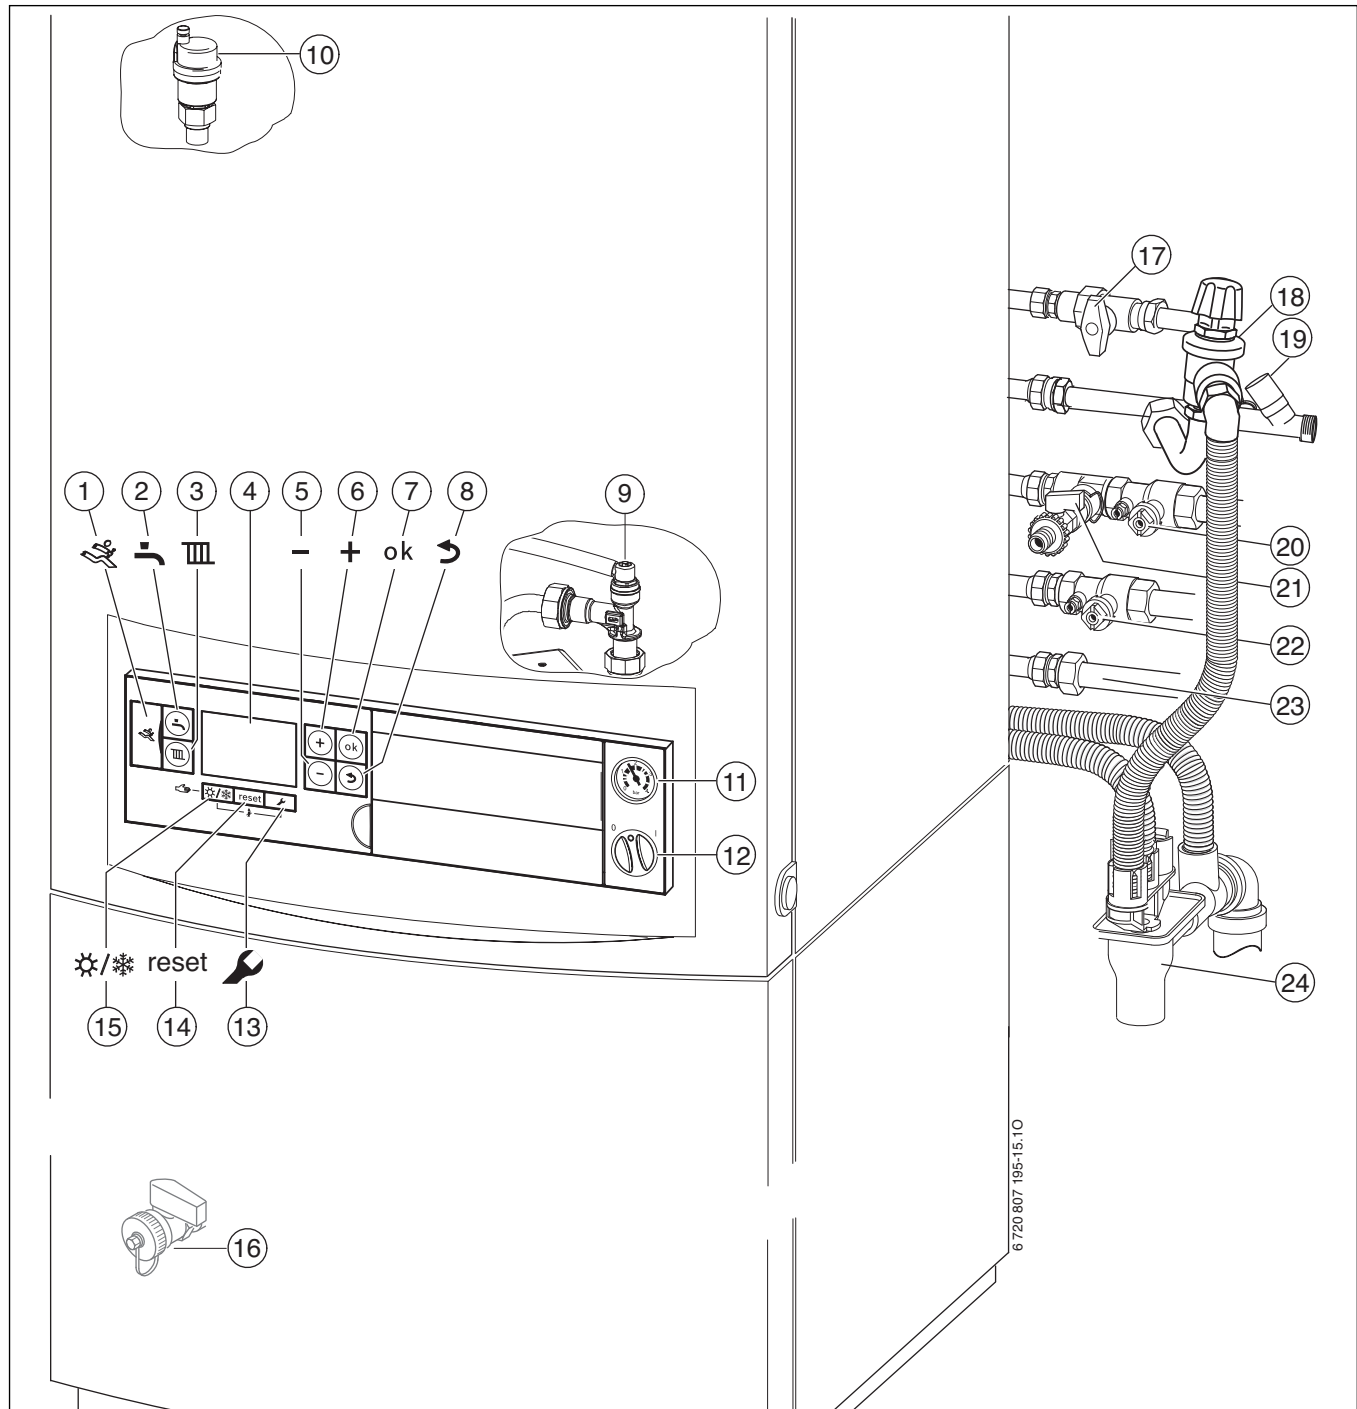

Bild 64
- ▶ Heizungsanlaufhahn und Heizungsrücklaufhahn (→ Bild 64, [21] und [23]) öffnen.
- ▶ Automatischen Entlüfter öffnen (offen lassen) (→ Bild 64, [10], Seite 40).